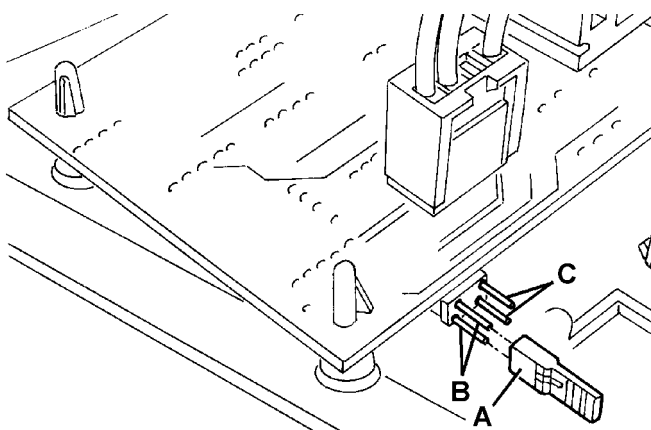

Abbildung 27
11. Die Brücke (A, Abb. 27) auf den WET-Stecker (B) für Bleibatterie bzw. auf den GEL-Stecker (C) für Gelbatterie positionieren.